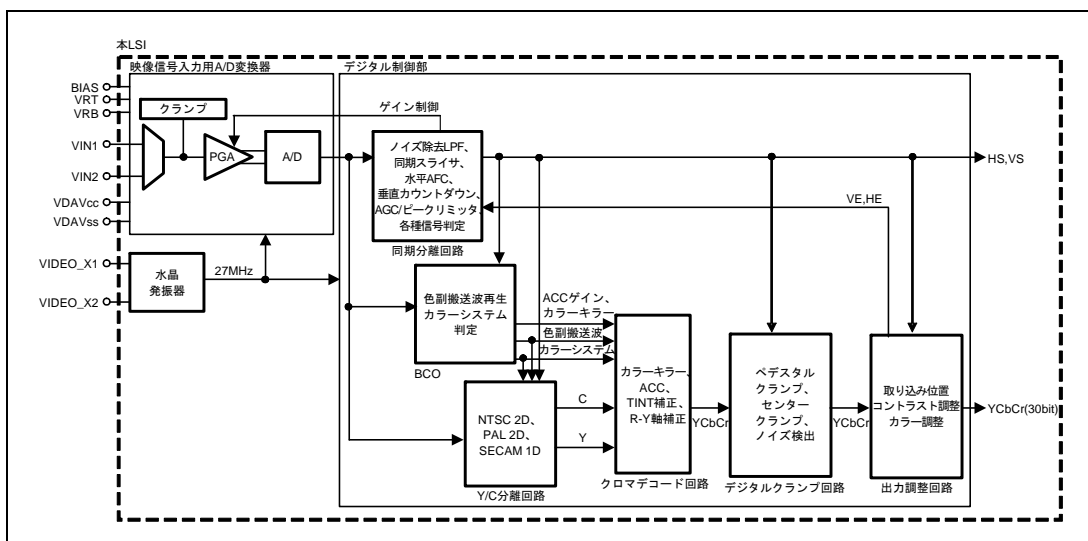

図 30.25 全体ブロック図
本モジュールは、複合映像信号 (CVBS) をデコードし、水平 / 垂直同期信号、輝度 (Y) 信号、色差 (Cb/Cr) 信号に分離します。カラーシステムは NTSC/PAL/SECAM に対応しています。回路としては、映像信号入力用 A/D 変換器、同期分離回路、Burst Controlled Oscillator (BCO)、Y/C 分離回路、クロマデコード回路、デジタルクランプ回路および出力調整回路から構成されます。図 30.25 にブロック図を示します。